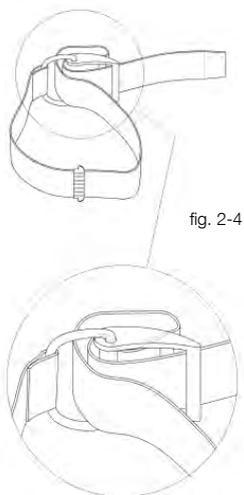

fig. 2-4
- 1) Ruotare la fibbia fino a farla scattare in posizione di apertura, far passare il nastro attorno alla fibbia in plastica come in figura (fig. 2-4), bagnare il nastro prima di bloccarlo sulla bombola e regolarne la lunghezza (fig. 2-7).